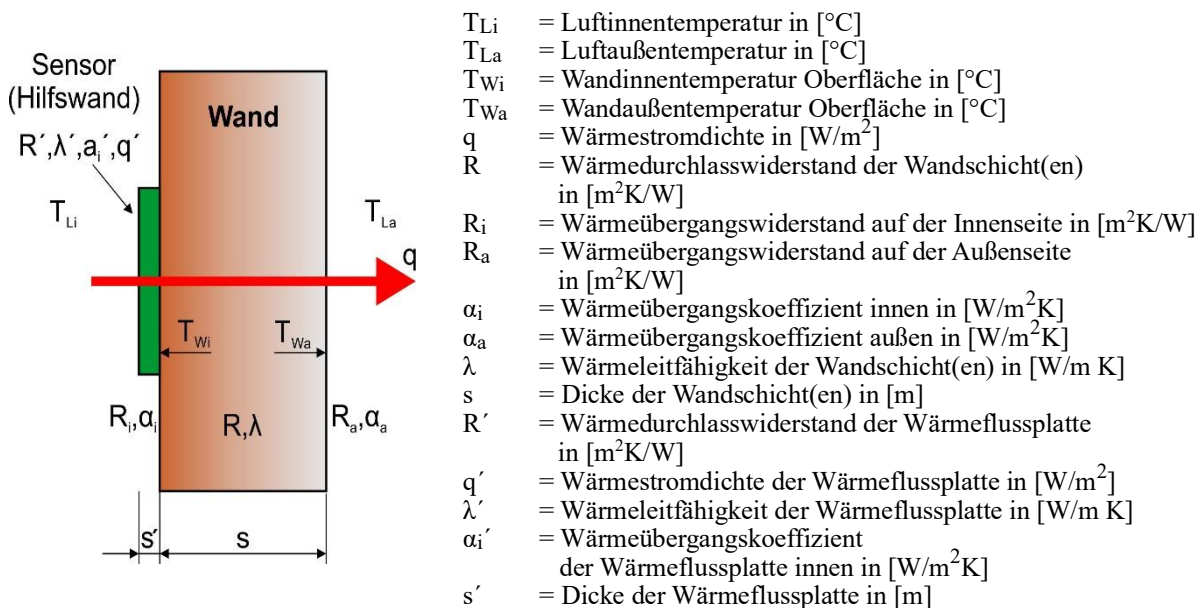

Abb. 3.3.1 Wand mit aufgesetzter Wärmeflussplatte
5. Möglichst geringer Einfluss der in Abbildung 3.3.1 aufgeführten Abhängigkeiten wie direkte Sonneneinstrahlung und Feuchtigkeit (z.B. Messung nachts, Messung bei trockener Witterung und an trockenen Flächen)